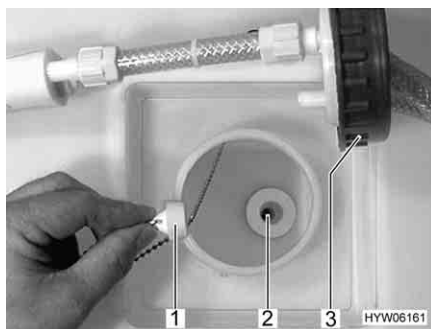

Fig. 128 Serbatoio dell'acqua
- Svitare il coperchio (Fig. 128,3) del serbatoio dell'acqua.
- Estrarre il tappo di chiusura (Fig. 128,1) dall'apertura di scarico (Fig. 128,2). L'acqua fuoriesce.